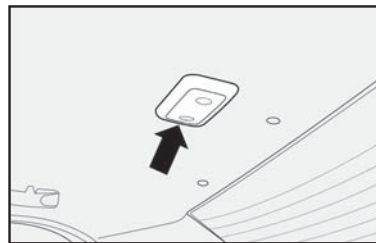

fig. 69
- con un destornillador en el punto indicado por la flecha **fig. 69**, presionando ligeramente en el hueco que tiene el plafón, saque el conjunto de luz interna montado a presión;